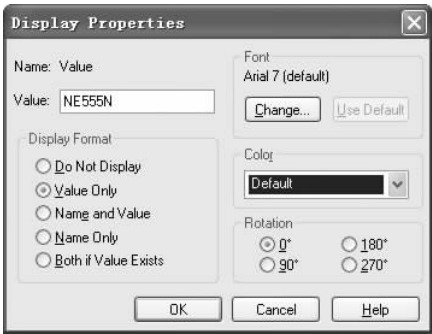
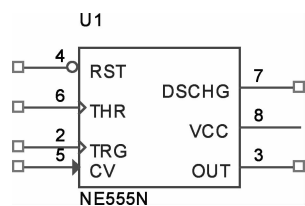

图 6-181 修改元件名称
图 6-182 元件修改结果
3) 退出元件编辑环境，进入原理图绘制环境，双击元件名称 NE555，在弹出的对话框中输入 NE555N，修改元件名称，如图 6-181 所示。至此在现有元件的基础上完整地创建了一个新的元件，该元件只适用于当前设计项目，元件最终结果如图 6-182 所示。
(4) 放置外围元件